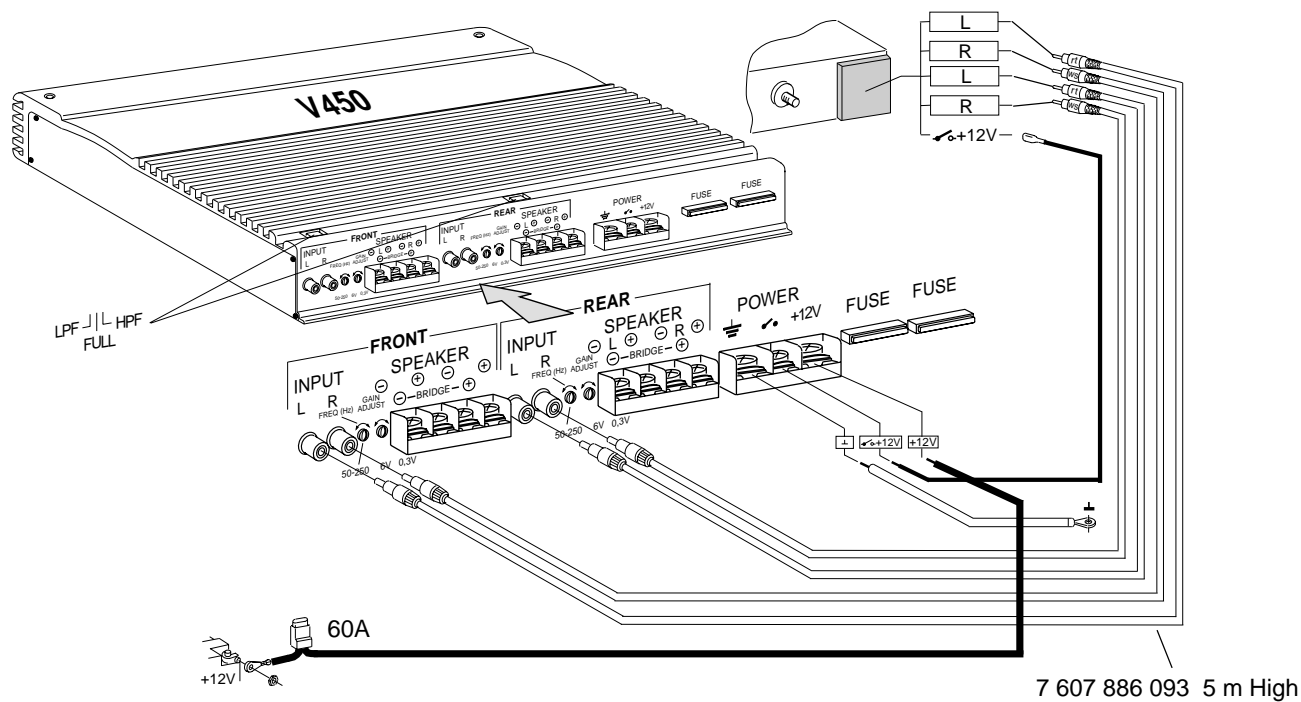

Fig. 4
- Conexión a una radio con salida cinch ..... Fig. 4
Ligação à auto-rádios com saída Cinch ..... Fig. 4